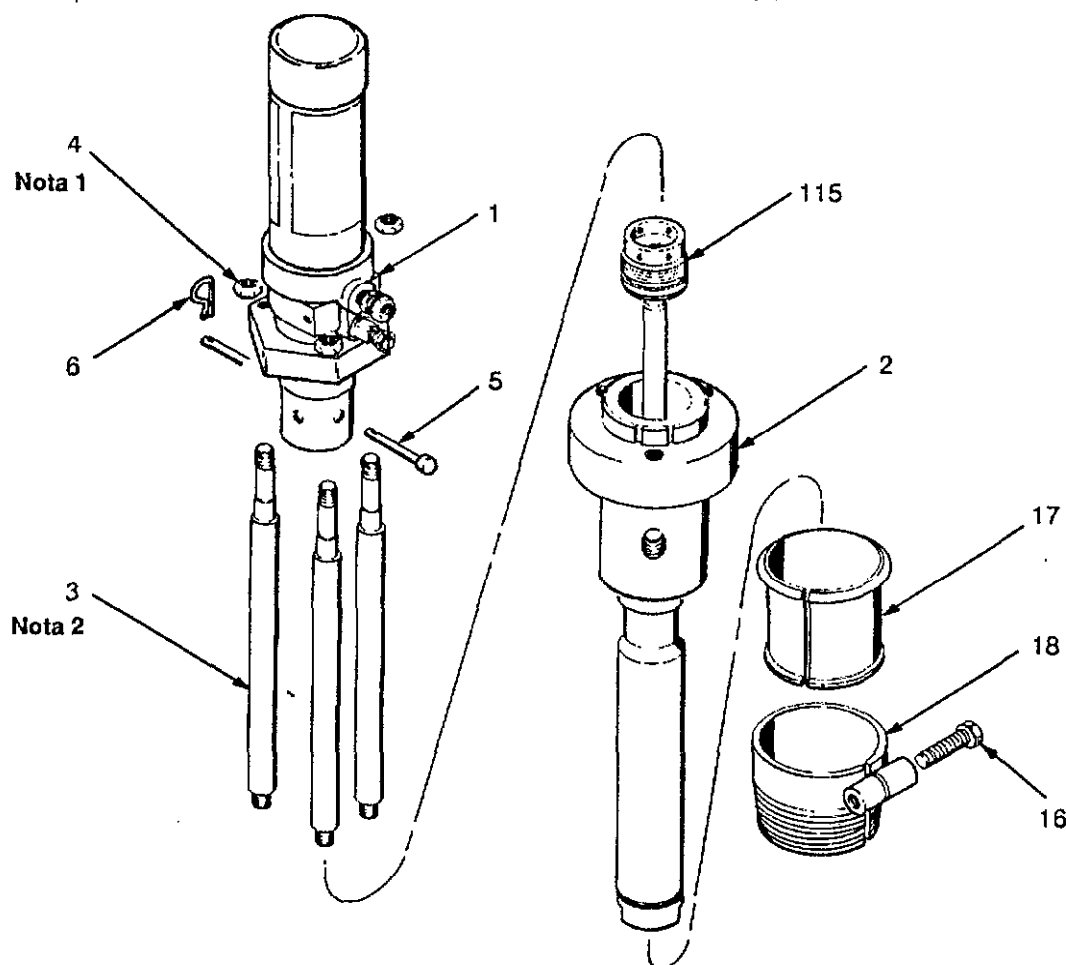
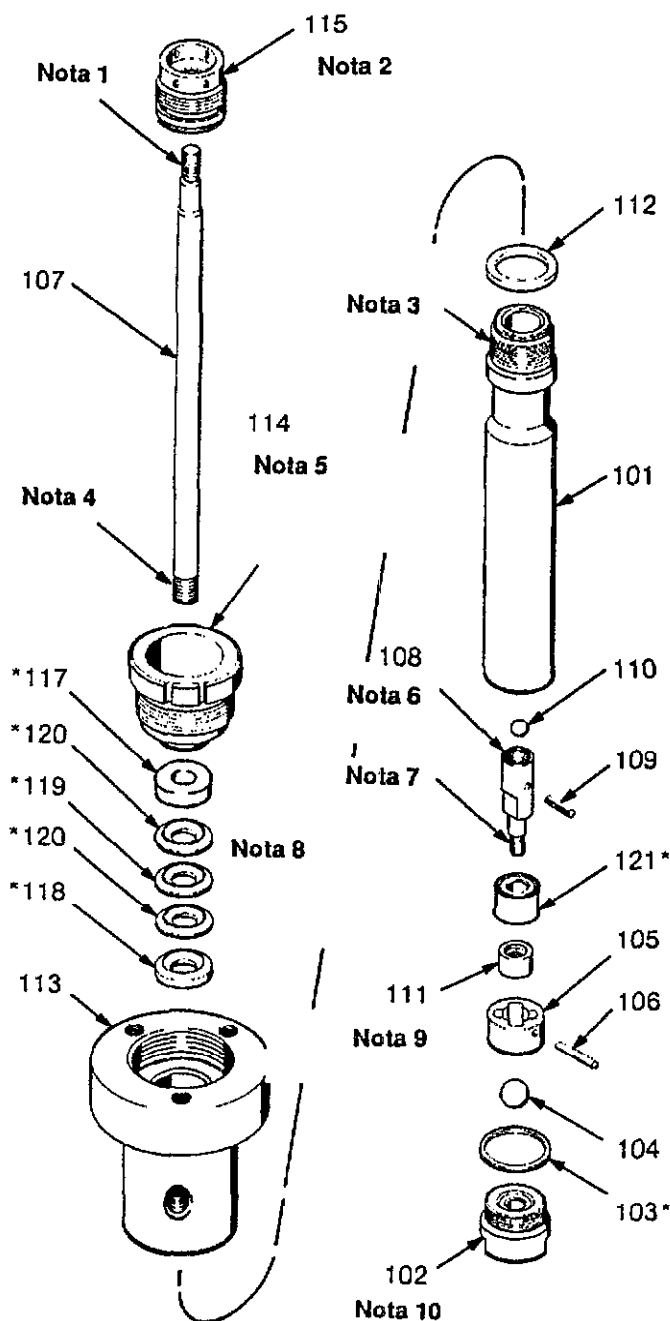

Figura 4
Figura 5.
3. Desconectar las mangueras de aire y de producto. Desatornillar el adaptador del tapón (18) y la bomba de su alojamiento. Aflojar el tornillo (16) y extraer el adaptador del tapón de la bomba.
4. Extraer las tres tuercas obturadoras (4) y desenroscar las varillas de unión (3). Ver Figura 4.
5. Sacar el clip del muelle (6) y la clavija (5) que mantienen el acoplamiento (115) en el motor neumático (1). Extraer el acoplamiento del motor neumático. Separar el motor neumático (1) de la bomba de desplazamiento.
6. Sostener la bomba cabeza abajo y desatornillar la válvula de entrada (102) del cilindro de la bomba (101). Ver Figura 5. Extraer el guiabolas (105), la bola (104) y la clavija tope de bola (106) del cilindro teniendo sumo cuidado de no dejarlas caer. Sacar la junta (103). Limpiar todas las piezas y examinarlas para detectar posibles huellas de desgaste o deterioro. Verificar que no haya muescas ni rayaduras en la bola y su asiento.
7. Aflojar pero no sacar la tuerca de guarnición (114). Desenroscar el acoplamiento (115) de la varilla de desplazamiento (107) y empujar la varilla hacia abajo hasta que libere la parte inferior del cilindro (101). Extraer la varilla de desplazamiento fuera de la parte inferior del cilindro.
8. Desenroscar el espárrago del pistón (108) de la varilla de desplazamiento (107). Extraer la tuerca del pistón (111) y la guarnición del pistón (121). Empujar la clavija (109) fuera del pistón y extraer la bola (110). Limpiar y examinar todas las piezas para detectar posibles huellas de desgaste o deterioro.
9. Desenroscar el cilindro (101) de su alojamiento (113). Examinar la superficie interior del cilindro y la superficie exterior de la varilla de desplazamiento (107) para detectar posibles cortes o muescas que pudieran dañar las guarniciones de cuello. Extraer y examinar el anillo (112).
10. Sacar la tuerca de guarnición (114) y extraer las guarniciones de cuello de su alojamiento (113). Limpiar y examinar todas las piezas para detectar posibles huellas de desgaste o deterioro.
11. Instalar las guarniciones de cuello en el alojamiento de salida (113) una por vez, de la siguiente manera: con las pestañas de las guarniciones en V hacia abajo: prensaestopas macho (118*), una guarnición V UHMPWPE (120*), la guarnición V Teflon (119*), la otra guarnición en V UHMWPE (120*) y el prensaestopas hembra (117*). Engrasar las roscas de la tuerca de guarnición (114) e instalar de manera suelta en el alojamiento de salida. Ver Figura 5.
12. Instalar la bola (110) en el espárrago de pistón (108). Encajar la clavija tope de bola (109) en el orificio del espárrago del pistón de manera tal que quede a nivel o más abajo que la superficie del espárrago. Aplicar sellador en las roscas de la varilla de desplazamiento (107) y atornillar el espárrago del pistón (108) en la varilla. Apretar con par 20,3-27 N.m.
13. Instalar la guarnición del pistón (121*) en el espárrago del pistón (108). Aplicar sellador en las roscas del espárrago del pistón (108) y atornillar la tuerca del pistón (111) en el espárrago. Apretar con par 20,3-27 N.m.
14. Lubricar el anillo (112) e instalarlo en el alojamiento (113). Lubricar las roscas del cilindro (101) y atornillarlo al alojamiento del mecanismo. Apretar con par 34-40 N.m. Empujar la varilla de desplazamiento (107) hacia arriba en el cilindro de la bomba desde la parte inferior hasta que se ubique por encima de la tuerca de guarnición (114).
15. Aplicar sellador en las roscas de la varilla de desplazamiento (107) y atornillar el acoplamiento (115) en la varilla. Apretar con par 20,3-27 N.m.
16. Apretar la tuerca de guarnición (114) con par 34-40 N.m.
17. Instalar la clavija (106) en el guiabolas (105). Introducir el guiabolas en el cilindro de la bomba (101) de manera que la clavija (106) se ubique hacia la parte superior de la bomba.
18. Instalar la junta (103*) en la válvula de entrada (102). Colocar la bola (104) en el asiento de la válvula de admisión y enroscar la válvula en el cilindro. Apretar con par 34-40 N.m.
19. Atornillar el acoplamiento (115) en el motor neumático (1). Alinear los orificios y fijar con la clavija (5) y con el clip del muelle (6). Ver Figura 4.
20. Aplicar sellador en las roscas de las varillas de conexión (3) y atornillar las varillas al alojamiento (113). Montar el motor neumático (1) en las varillas de conexión (3). Apretar las tuercas obturadoras (4) a las varillas de conexión de manera suelta.
21. Volver a instalar el adaptador de tapón (18) en la bomba. Descender la bomba por el soporte de montaje y atornillar la bomba y el adaptador de tapón en su montaje.
23. Hacer funcionar lentamente la bomba para verificar el buen funcionamiento de las varillas de conexión. Ajustar según sea necesario y apretar las tuercas obturadoras (4) con par 13,5-20 N.m.